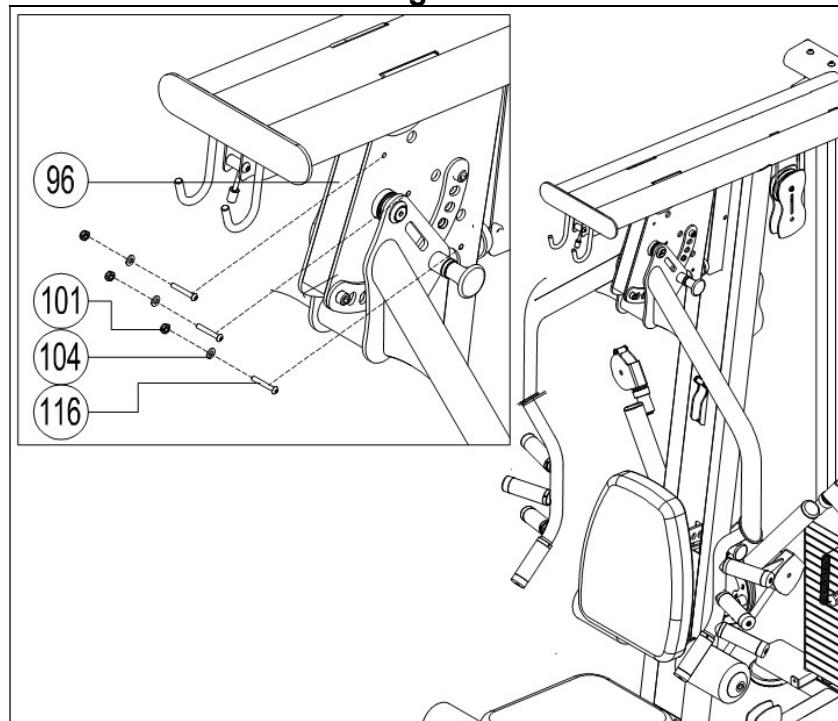

Fig.15
15.- Pase el cable (39) por la tapa (41) y el eje (42) Fig.15. Enganche un extremo de la cadena (44) al eje (42) y el otro lado a la barra (77), Fig.15.